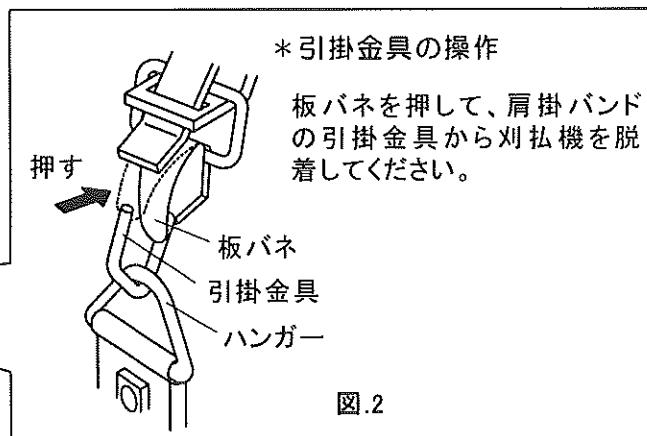

図.2
- ② 図.2 のように、肩掛けバンドの引掛け金具を刈払機のハンガーに取り付けてください。
- ③ 刈払機を身体の右側に吊り下げ、刈刃が地面と平行になるようにバンドの長さを調整してください。